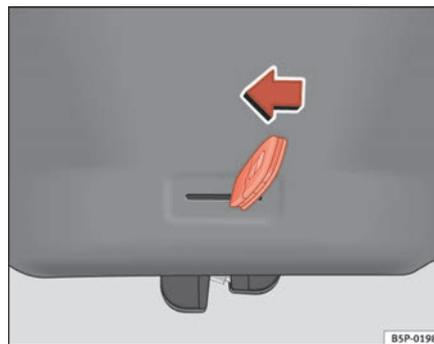

Fig. 68 Tampa traseira: abertura de emergência
- Introduza o palhetão na ranhura e destranque o sistema de fecho, rodando a chave da direita para a esquerda, tal como indica a seta ⇒ fig. 68. ■